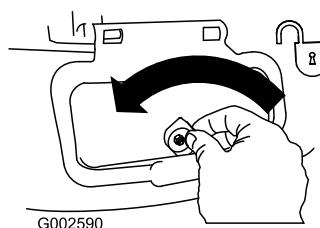

Figure 39
1. Déverrouillez le volet d'éjection latérale (Figure 39).